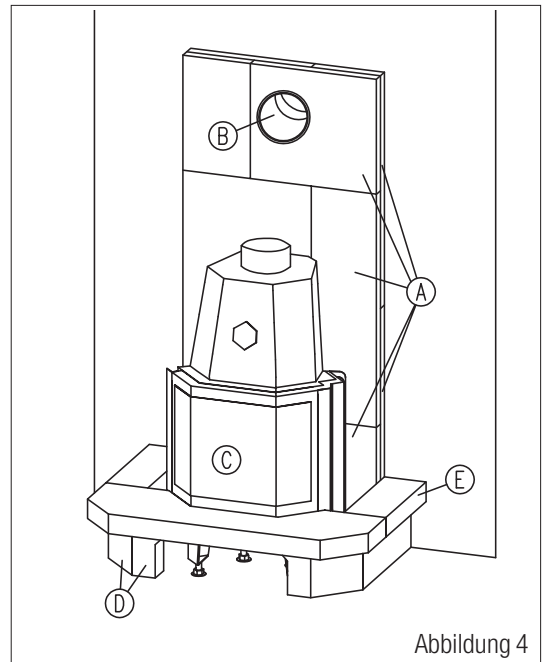

Abbildung 4
6.2 Der Radiante-Einsatz muß so gerückt werden, daß der Untersims ca. 3-5 mm überdeckt wird, aber noch 2-3 mm „Luft“ zwischen Marmor und Heizeinsatz verbleibt, so dass sich der Heizeinsatz ausdehnen kann, ohne die Marmorteile zu beschädigen! (Abb. 4)